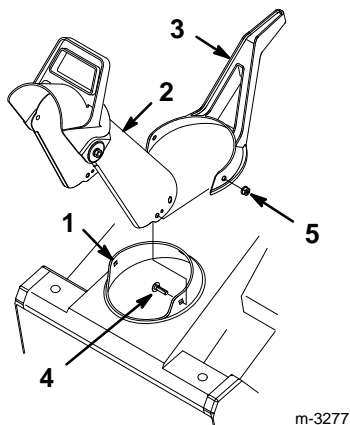

Abbildung 4
1. Den Auswurfkanalgriff über den Auswurfkanalring setzen (Abb. 4).
2. Den Auswurfkanal zwischen Auswurfkanalring und Auswurfkanalgriff schieben (Abb. 4).